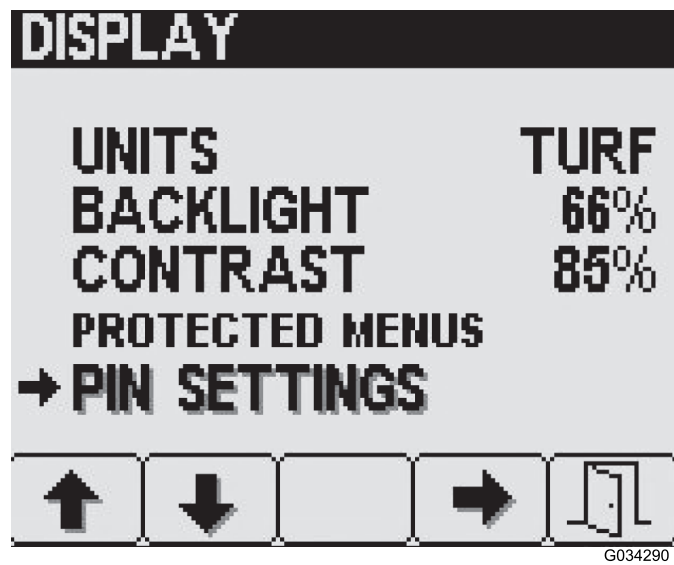

Рисунок 14
1. С помощью кнопки 2 на экране Display (Дисплей) перейдите к пункту PIN Settings (Настройки PIN-кода) и нажмите кнопку выбора 4 (Рисунок 14).